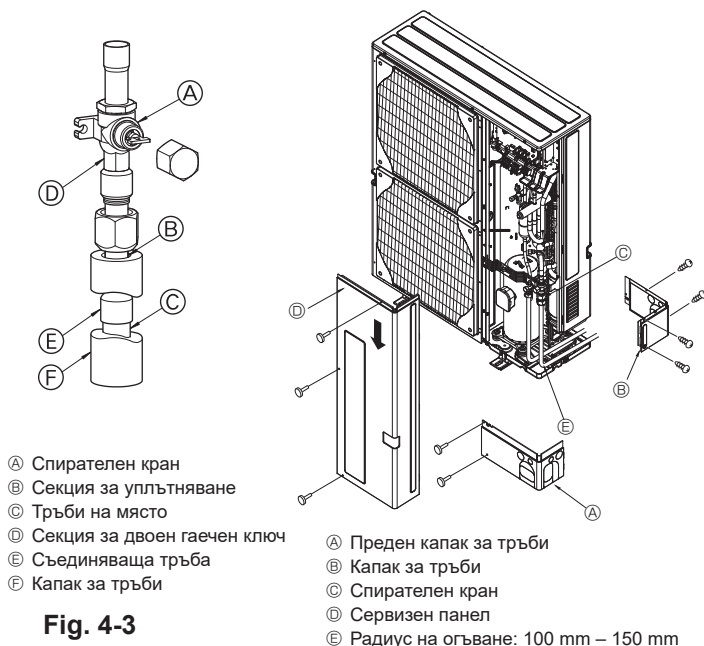

Fig. 4-3
- Използвайте следната процедура за свързване на тръбите от страната на газа. (Fig. 4-3) (SHW230)